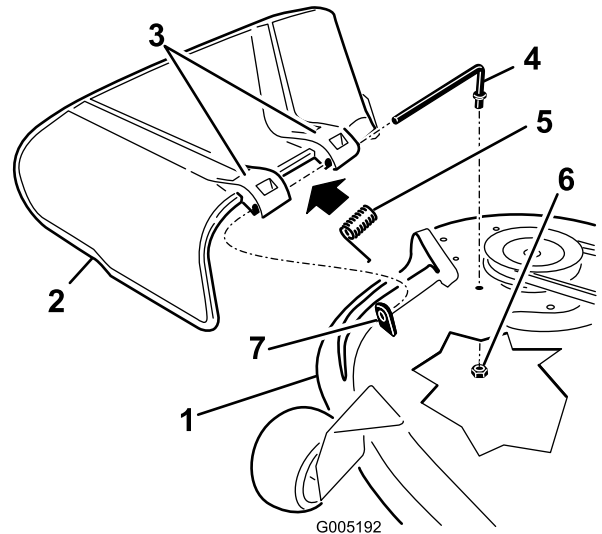

Figura 75
1. Retire la tuerca ($\frac{3}{8}$ ") de la varilla (debajo del cortacésped) (Figura 75).
2. Retire la varilla del espaciador corto, del muelle y del deflector de hierba (Figura 75).
4. Vuelva a colocar el deflector de hierba (Figura 75).
7. Deslice la varilla por el segundo soporte del deflector de hierba (Figura 75).
9. Sujete el extremo trasero de la varilla al cortacésped con una tuerca ($\frac{3}{8}$ "), según se muestra en Figura 75.